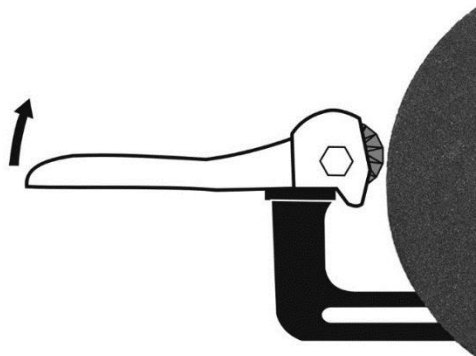

Figure 9-3 : Dressage/décrossage de meule
1. Reculer le porte-outil pour permettre au dresse-meule de s'accrocher sur son bord intérieur (Figure 9-3). Fixer le porte-outil dans la position.